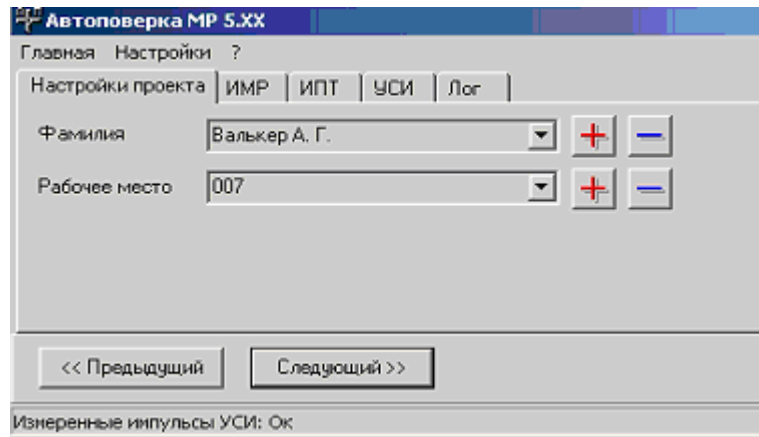

Рис. 16. Вид вкладки Настройка проекта.
- 2.5.3.1. Нажать кнопку **Следующий**. Ввести данные в открывшейся вкладке **Настройка проекта**. Поля **Фамилия** и **Рабочее место** можно не заполнять (рис.16).